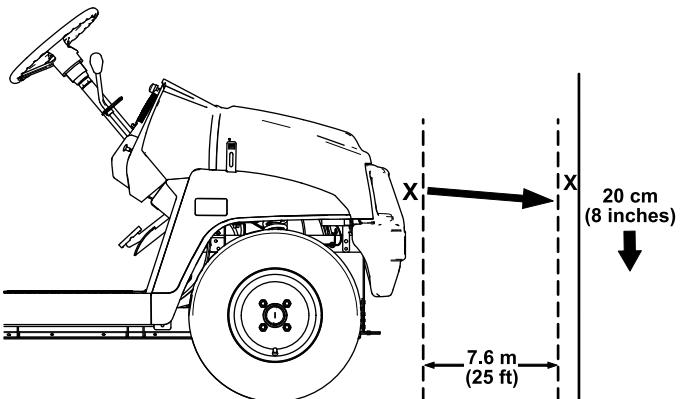

Figura 48
1. Aparque la máquina en una superficie nivelada con los faros a unos 7.5 m (25') de una pared (Figura 48).
La parte más brillante del haz del faro debe estar a 20 cm (8") por debajo de la marca hecha en la pared (Figura 48).